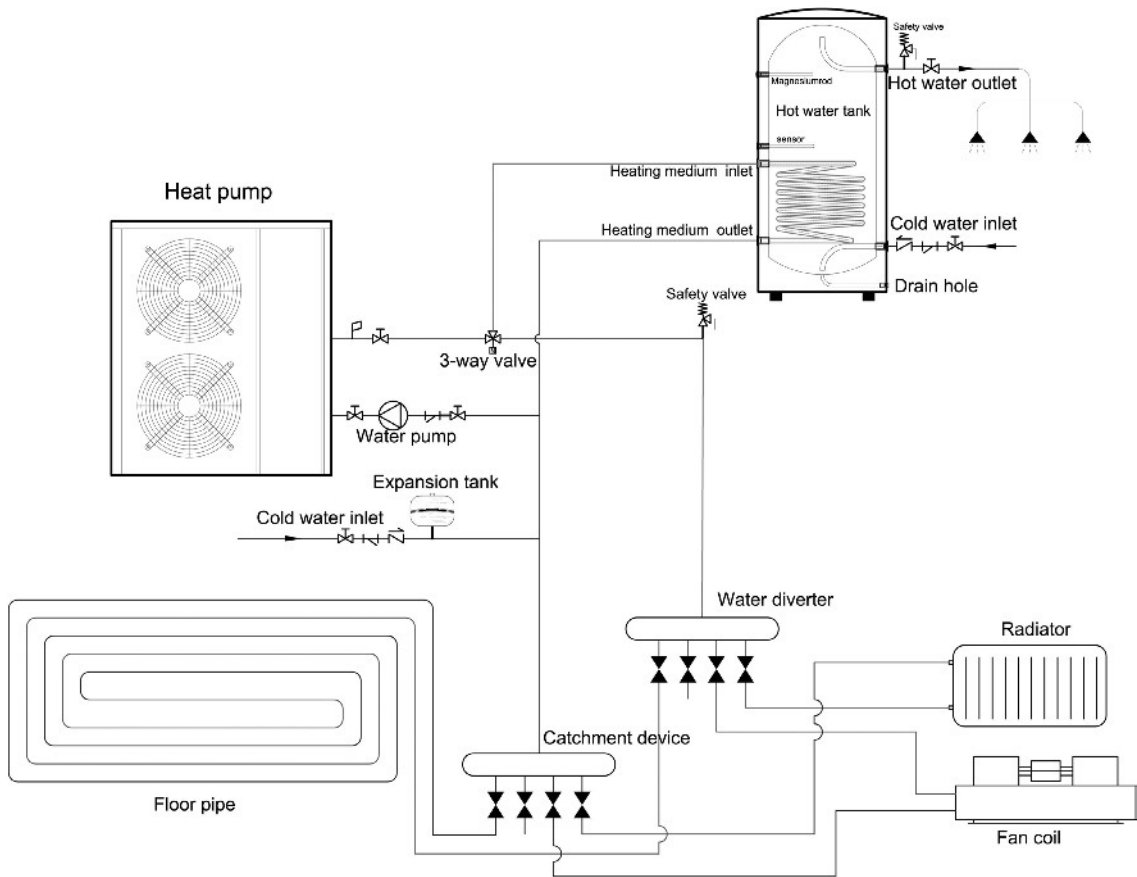

Abbildung 2
- 1) System-Installationsplan siehe Abbildung 2.